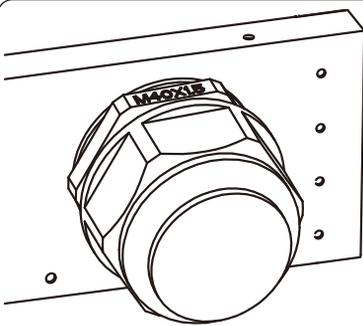
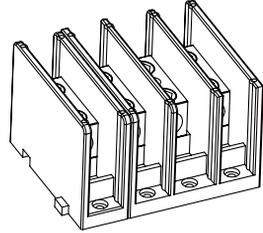

图5.7 交流接线盒
图5.8 交流端子
1) 拆下逆变器交流接线盒上的8颗固定螺丝，如图5.7所示。拆下接线盒后，可以看到逆变器的端子。默认为4个接线位，如图 5.8 所示。